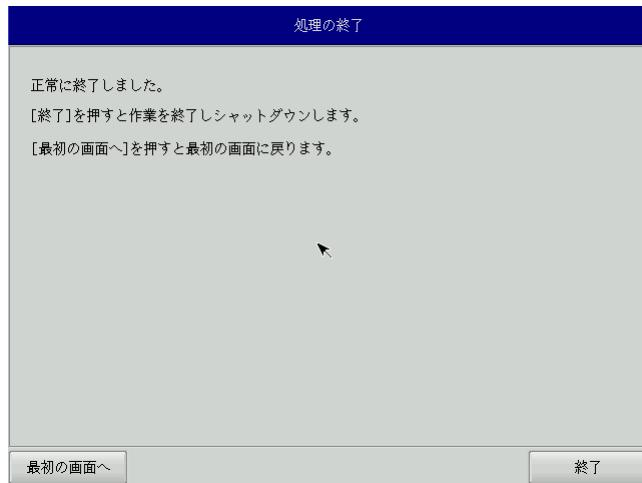

図5-2-9. 終了画面
- ⑭ 終了画面（図5-2-9）が表示されるとバックアップファイルの書き込みは完了です。[終了]ボタンを押して電源を落とし、リカバリUSBメモリ、保存メディアを外します。